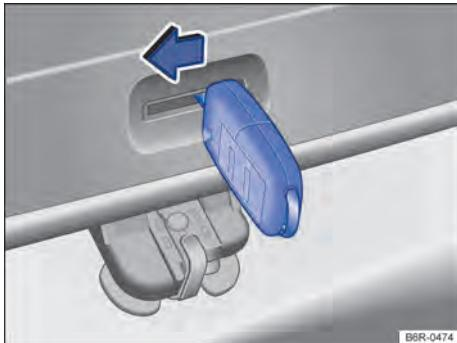

Fig. 55 Do lado de dentro do compartimento de bagagem: destravamento de emergência da tampa traseira.
- Inserir a haste da chave na abertura da tampa traseira → **Fig. 55** e pressionar a alavanca de destravamento no sentido da seta, para des travar a tampa traseira.